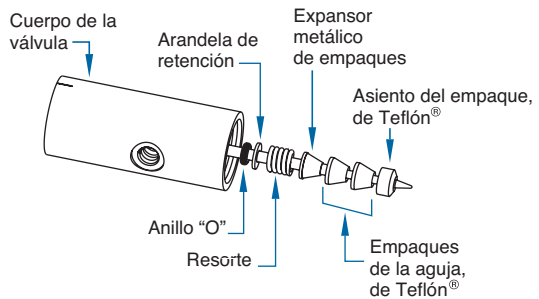

Figura 2
8. Lubrique la aguja con gel lubricante Nye #865 y reinstale el resorte y los empaques de la aguja, de acuerdo a la figura 2 mostrada abajo.
Nota: El anillo "O" pequeño, localizado en el fondo del cuerpo de la válvula, está asegurado en su lugar por una arandela de retención, la cual sirve también como asiento del resorte de empaques. Este anillo puede salirse al remover el resorte. Asegúrese de colocarlo, antes de reinstalar el resorte (vea Figura 2).